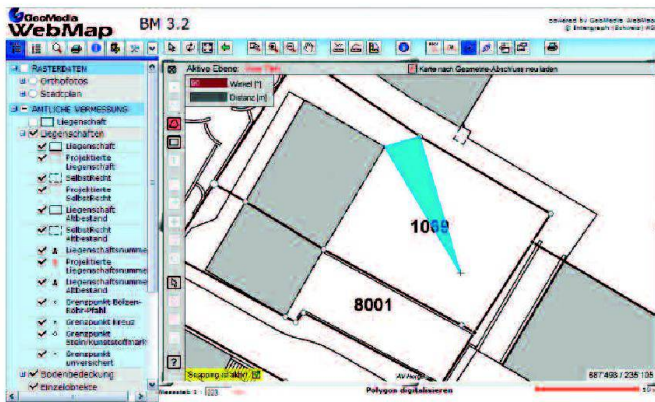

Abb. 5: Konstruktionswerkzeug (Winkelsperre).
- Konstruktionshilfen beim Erfassen von Geometrien: Beim Digitalisieren von Polylinien oder Polygonen können Segmente in einem fixen Winkel (Winkelsperre) oder einer fixen Distanz (Distanzsperr) erfasst werden (Abb. 5).